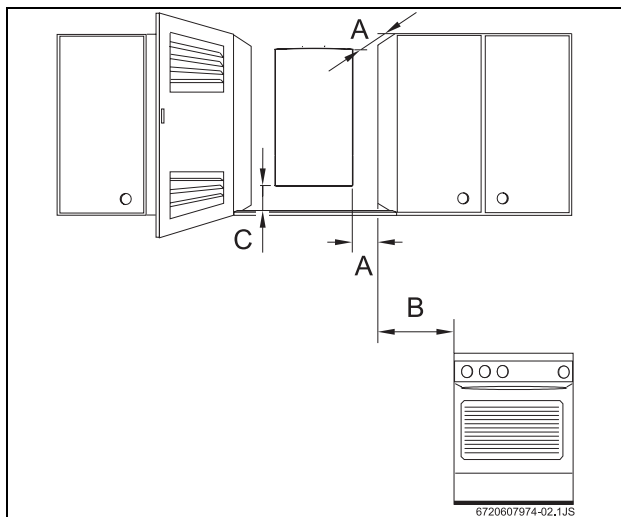

Fig. 6 Distanze minime
- Per facilitare l'accesso all'apparecchio e per ogni tipo di intervento di manutenzione, prevedere una distanza minima secondo le indicazioni riportate nella Fig. 6.